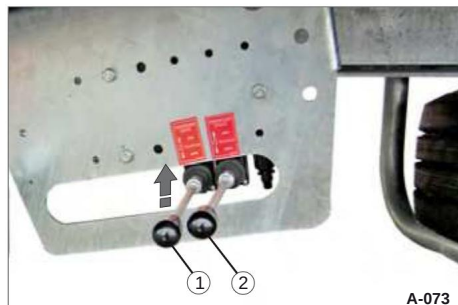

Fig. 110 Læsseramper, løft
• Tryk det tilsvarende håndtag (fig. 110/1 eller fig. 110/2) opad.